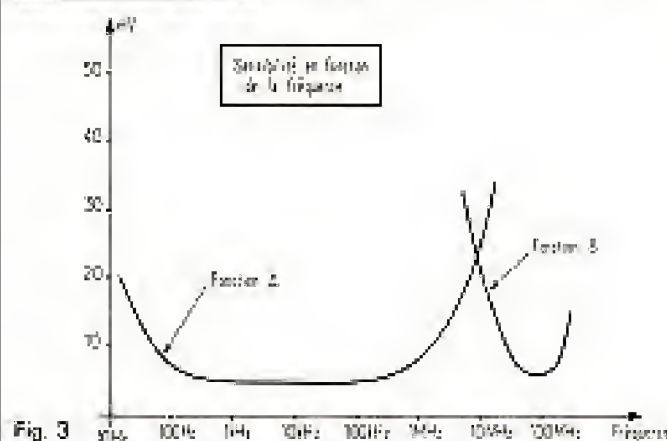

Fig. 3
- Sensibilité : la sensibilité maximale varie, en fonction de la fréquence, comme l'indique le graphique de la figure 3 (voir plus loin nos mesures).
Nous n'avons pas pu tester, sur toute l'échelle des fréquences, les sensibilités d'entrée. Cependant, jusqu'à 5 MHz, les résultats obtenus concordent avec ceux qu'annonce le constructeur et que nous avons donnés en figure 3.